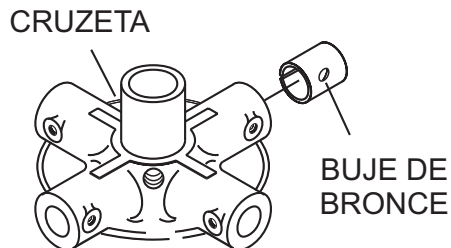

Figura 32. Bujes de bronce
4. Examine el buje de inserción de bronce del brazo de la allanadora (Figura 32), límpielo si fuera necesario. Reemplace el buje si está fuera de circunferencia ó gastado.